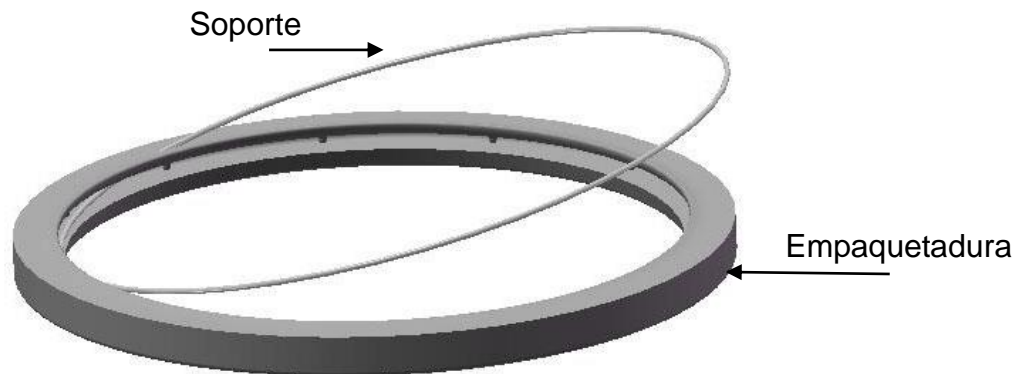

Figura 89
- A. Retire la empaquetadura vieja de la puerta y luego retire el o-ring de la empaquetadura de la empaquetadura. Instale el o-ring de empaquetadura a la puerta según se muestra en la Figura 89.